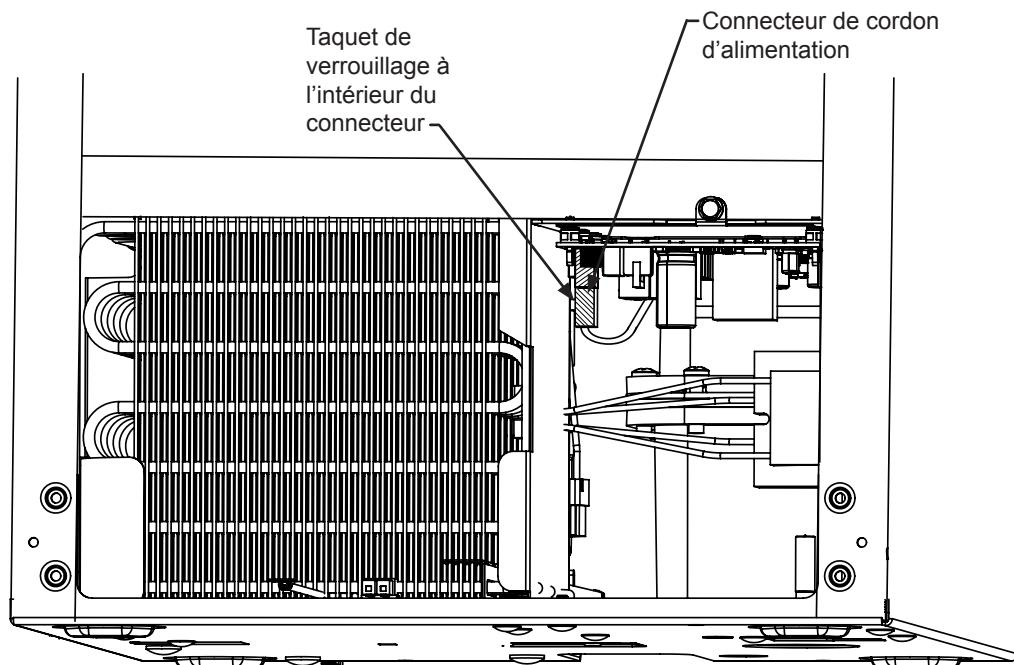

Figure 4
4) Débranchez le connecteur de cordon d'alimentation de la carte électronique principale. Appuyez sur le verrouillage du connecteur et tirez vers le bas pour désengager le connecteur (Voyez la Figure 4). Placez l'extrémité du cordon d'alimentation munie du connecteur vers l'arrière de la machine à glaçons.